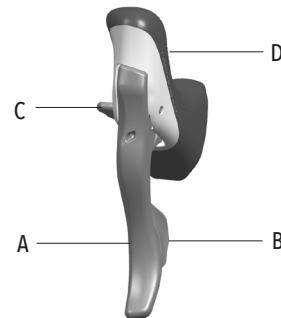

Abb.1
- Die Betätigung des Hebels A (Abb. 1) bestimmt die Funktion der Bremse: überprüfen Sie, durch Betätigen jedes Schalthebels auf welches Rad dieser wirkt.